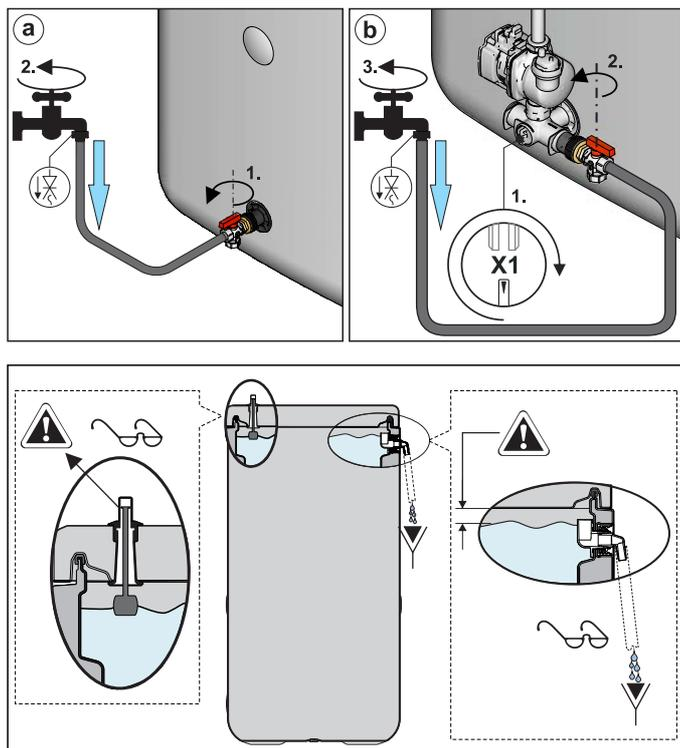

Fig. 3-5 Riempimento accumulo inerziale con raccordo di riempimento KFE
- Solo per $p=0$ sistema solare: Impostare l'insero valvola nell'angolo di raccordo in modo da bloccare il passaggio verso il tubo di riempimento (fig. 3-5).
- Aprire il rubinetto KFE dal **raccordo di riempimento KFE** e l'alimentazione dell'acqua fredda e **riempire** il contenitore del serbatoio Daikin EKHWP **fino a quando l'acqua non fuoriesce dal troppopieno di sicurezza** (fig. 3-5, pos. 5).